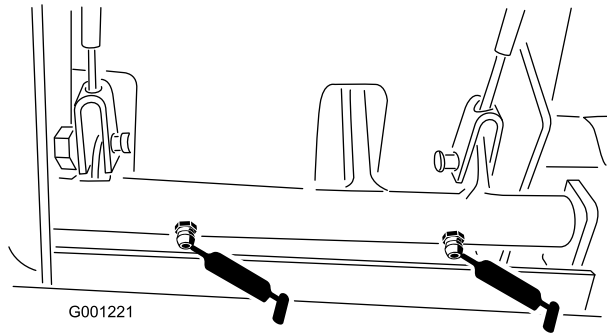

Figura 41
- Casquillos de pivote de los frenos (Figura 41)
- Cables de freno (extremos de la rueda motriz y del pedal de freno) (Figura 41)